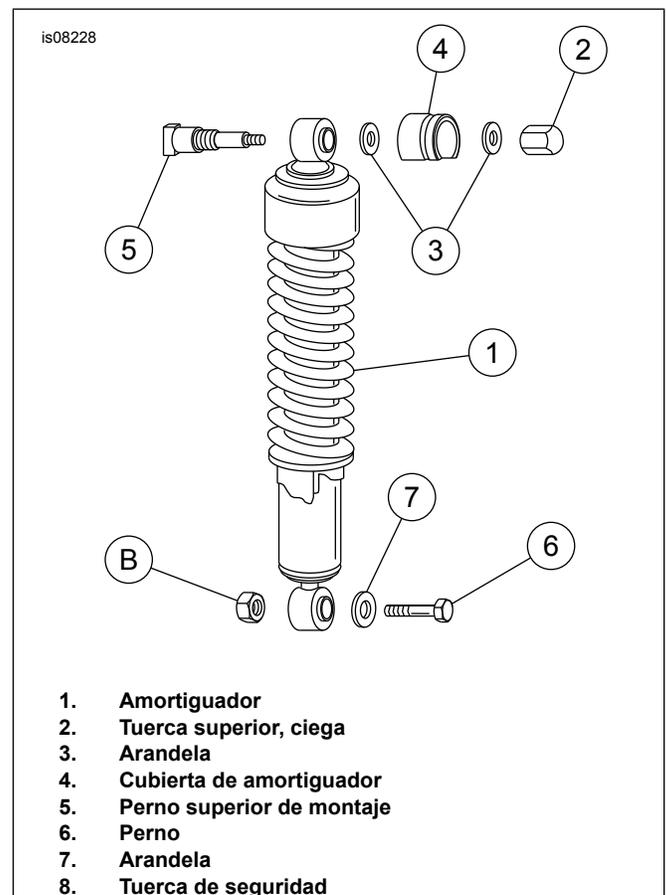

Figura 1. Extracción de los amortiguadores – Modelos Hugger solamente
4. Vea Figura 1. Con el guardabarros trasero y la estructura sujetos firmemente, extraiga los amortiguadores izquierdo y derecho quitando la tuerca superior (2), la(s) arandela(s) (3) y la cubierta del amortiguador (4). Extraiga el perno (6), la arandela (7) y la tuerca de seguridad (8) del soporte inferior del amortiguador. Extraiga el amortiguador.
6. Vea Figura 1. Instale los amortiguadores utilizando los elementos de sujeción originales. Apriete la tuerca ciega (2) a 28,5-47,5 N·m (21-35 lb-pie). Apriete la tuerca de seguridad (8) a 40,7-67,8 N·m (30-50 lb-pie).